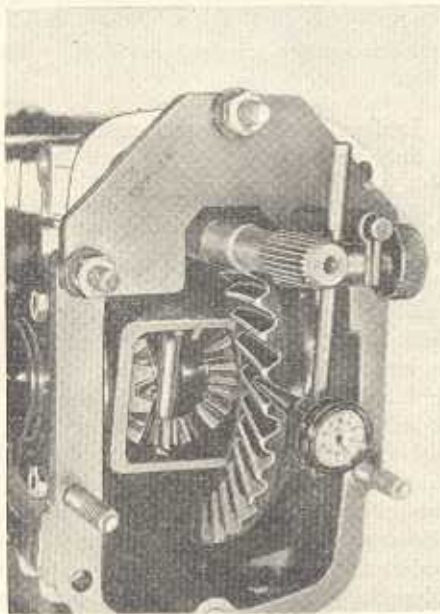
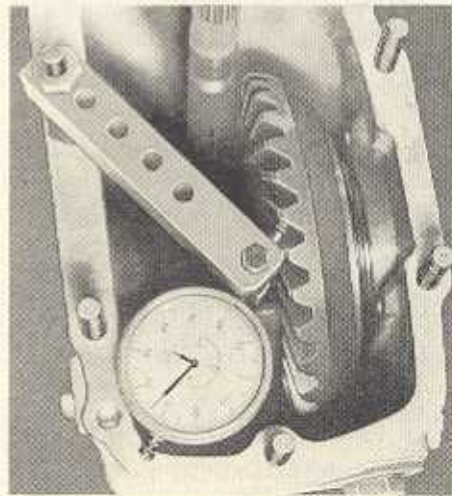

Bild G 75
Bild G 76. Ansetzen der Meßuhr beim Überprüfen der Zahnluft
4. Das Einstellen soll so erfolgen, daß jeder Zahn so wenig wie möglich fühlbare Luft hat. Die engste Stelle soll ohne Zwang durchgedreht werden können. Meßvorrichtung W-87 653 am Getriebegehäuse anschrauben, Stift der Meßuhr am Zahn des Tellerrades aufsetzen und Tellerrad nach Festhalten der Kegelradwelle bewegen (Bild G 75). Falls die Meßvorrichtung W-87 653 nicht vorhanden ist, so ist eine Meßuhr wie im Bild G 76 anzusetzen.